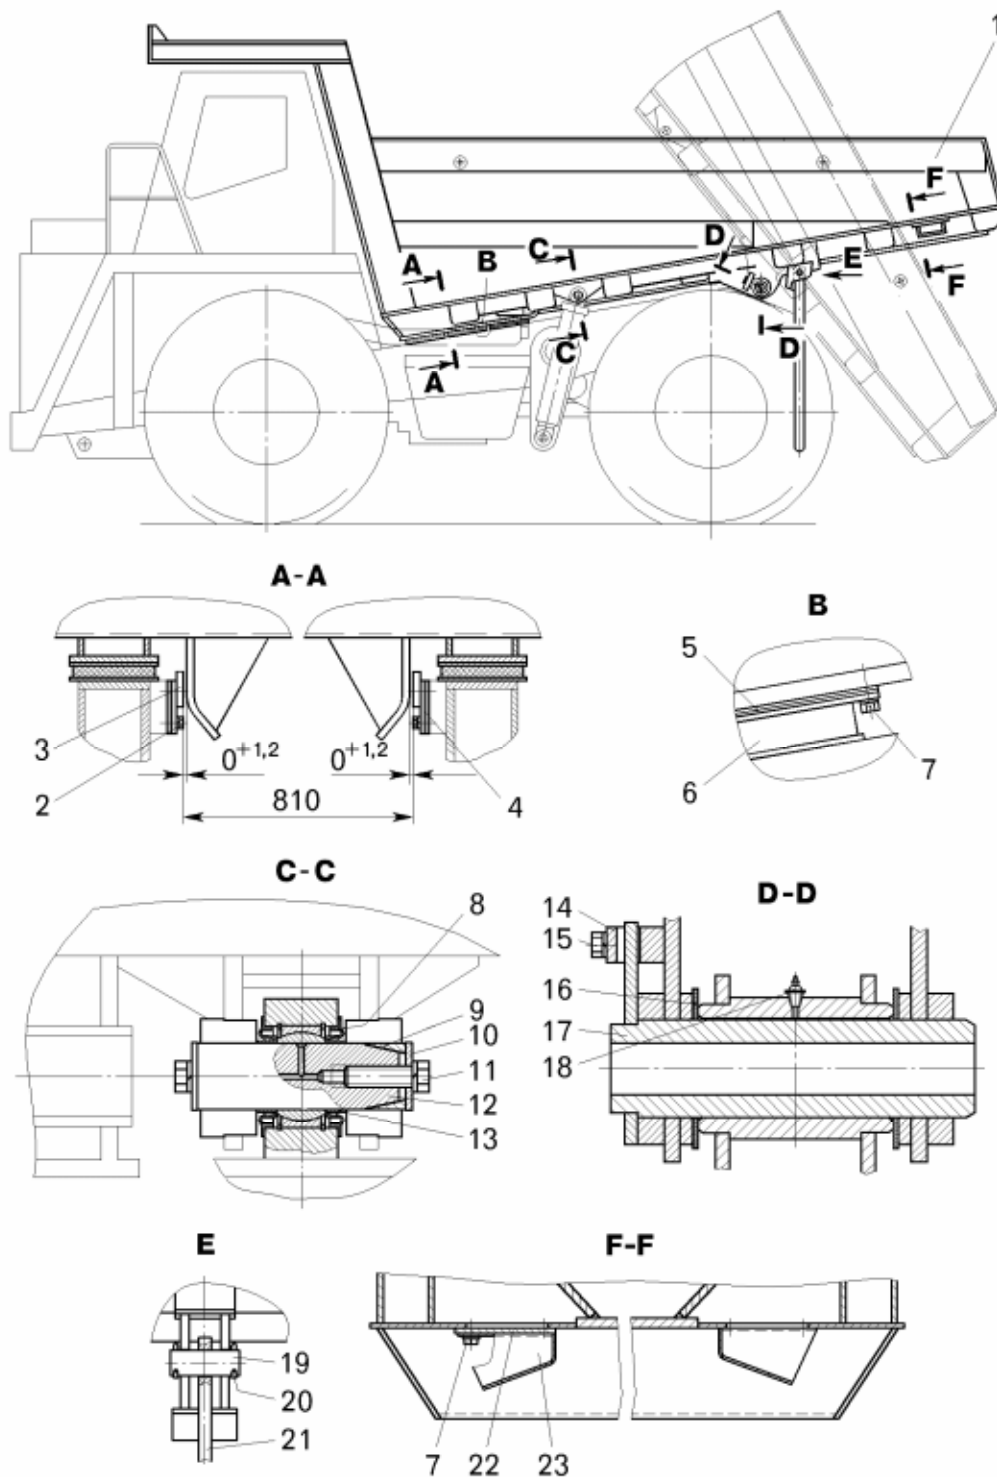

Рисунок 16.14 – Снятие и установка платформы:
- отсоединить цилиндры опрокидывающего механизма от платформы, для чего необходимо вывернуть болты 11 (рисунок 16.14), снять прижимные пластины 10, извлечь распорные втулки 9 и выбить пальцы 12.
- перед установкой платформы на самосвал смазать пальцы 17 (смотри рисунок 16.14) смазкой Литол-24;
– установить с наружных сторон пальцы 17 (смотри рисунок 16.14). Между опорами и бобышками кронштейнов платформы предварительно установить регулировочные шайбы 16, чтобы устранить осевые зазоры в шарнирах. Зазоры должны быть не более 2 мм. Зазоры определяются в зоне наименьшего расстояния между поверхностями.
– проверить наличие зазора $0^{+1,2}$ мм между направляющими платформы и контактными пластинами 3. При необходимости отрегулировать зазор при помощи регулировочных пластин 4 (сечение А-А, смотри рисунок 16.14);